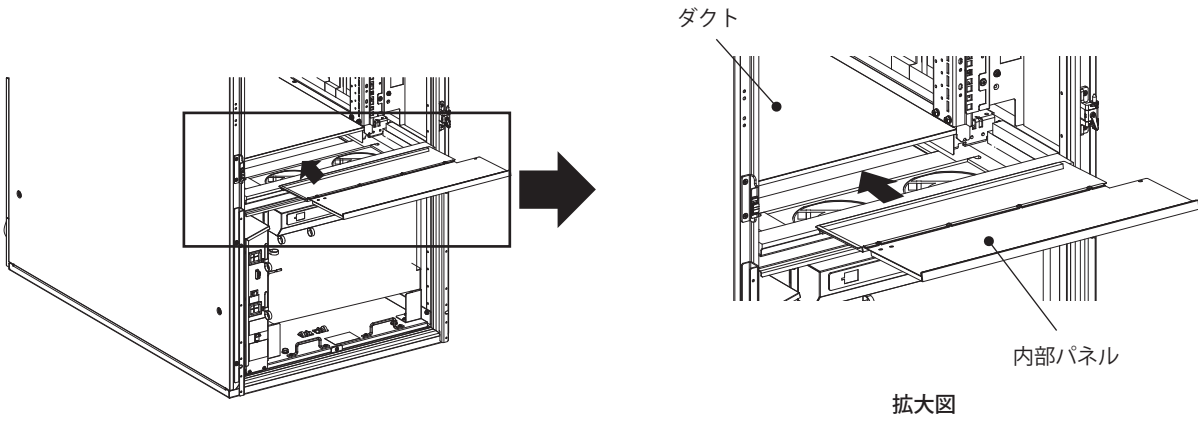

図21
- ①内部パネルを斜めにしてダクトの中に挿入しながら取り付けてください(図21)。